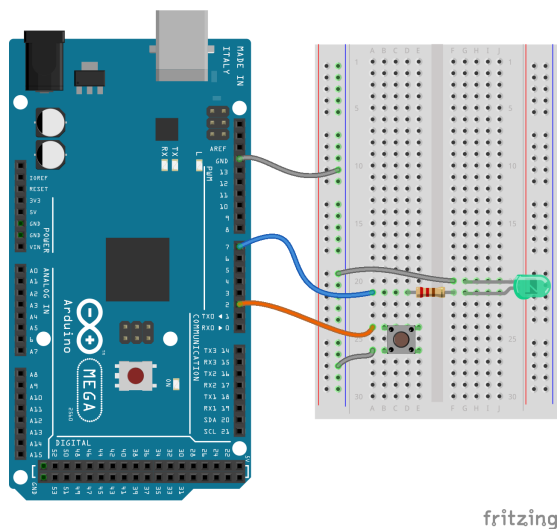

Figura 3: Circuito Pulsador y Led
- 5.8. Modifique el circuito anterior conectando un pulsador en el **pin digital 2** (Figura 3) y modifique su código para que el led encienda y apague cada vez que se presione el **pulsador**. (2 puntos)